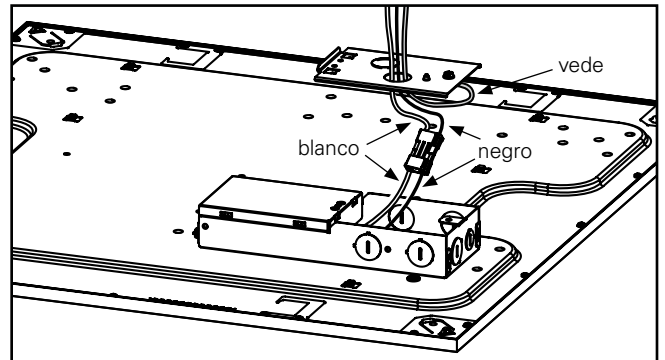

Imagen 5.
7. Utilice el expulsor de apertura para ingresar la línea de alimentación. Utilice los tres empalmes plásticos provistos para conectar el cable de tierra con el cable de alimentación verde, el cable negro (línea) con el cable de alimentación negro y el cable blanco (neutro) con el cable de alimentación blanco (Imagen 5).
**Nota:** Esta luminaria es compatible con los sistemas de respaldo de batería, incluidos los Surelites EBPLED7W y EBPLED14W. Si utiliza un sistema de respaldo de batería, retire la placa de la cubierta del controlador para acceder a los cables de carga LED y siga las instrucciones de cableado de respaldo de la batería (Fig. 5). Asegúrese de volver a instalar la placa de la cubierta del controlador después del cableado.